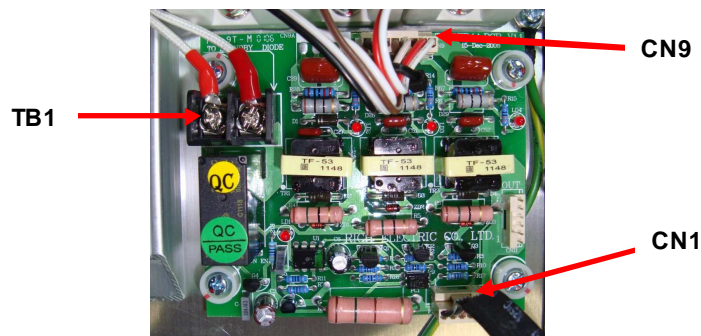

Рис. 7.9. Установка платы управления тиристорами.
7.7.2. Установить в разъем «CN1» шлейф платы управления тиристорами и «CN9» шлейф управления диодно-тиристорными модулями (рис. 7.9).
7.7.3. Подключить провода цепи предзаряда к клеммам «TB1» (рис. 7.9).